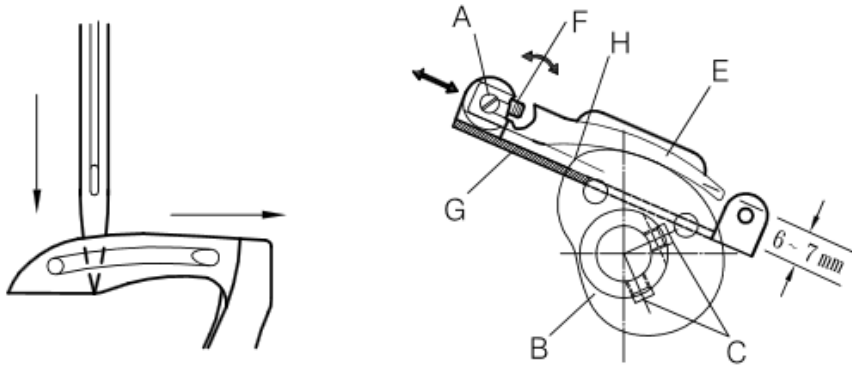

Fig.17/17
2. Когда петлитель переместится вправо, игла опускается с задней стороны петлителя параллельно нижней части острия петлителя. Точка Н кулачка нити находится в самом верхнем положении (Рис.17).